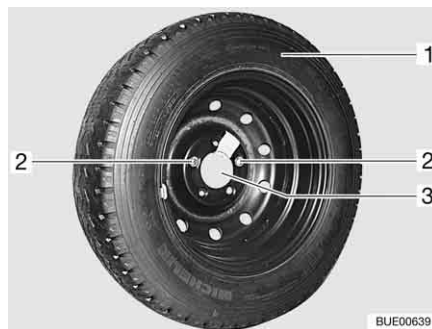

Bild 240 Ersatzrad-Halterung in der Heckgarage
- Die beiden Befestigungsschrauben (Bild 240,2) mit dem Bordwerkzeug herausdrehen und abnehmen.
- Das Ersatzrad (Bild 240,1) von der Halterung (Bild 240,3) abnehmen.